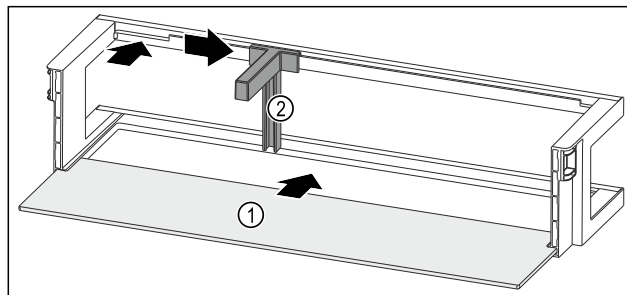

Fig. 67 Oviteline säilytyshyllyn kanssa
- ▶ Työnnä säilytyshylly Fig. 67 (1) sivuilla oleviin koloihin.
- ▶ Aseta pullonpidin Fig. 67 (2) koloon.
- ▶ Työnnä pullonpidin Fig. 67 (2) sivulle haluttuun asentoon.